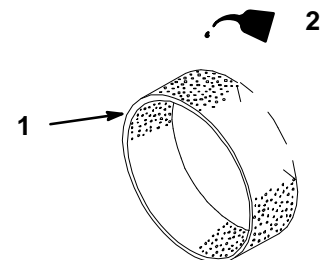

Abbildung 14
- C. Den Einsatz mit ein bis zwei Unzen Öl tränken (Abb. 14). Einsatz drücken, um das Öl gleichmäßig zu verteilen.